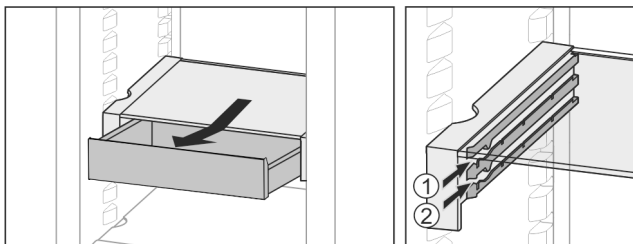

Fig. 34
- ▶ Op een willekeurige hoogte Fig. 34 (1) of Fig. 34 (2) erin schuiven.